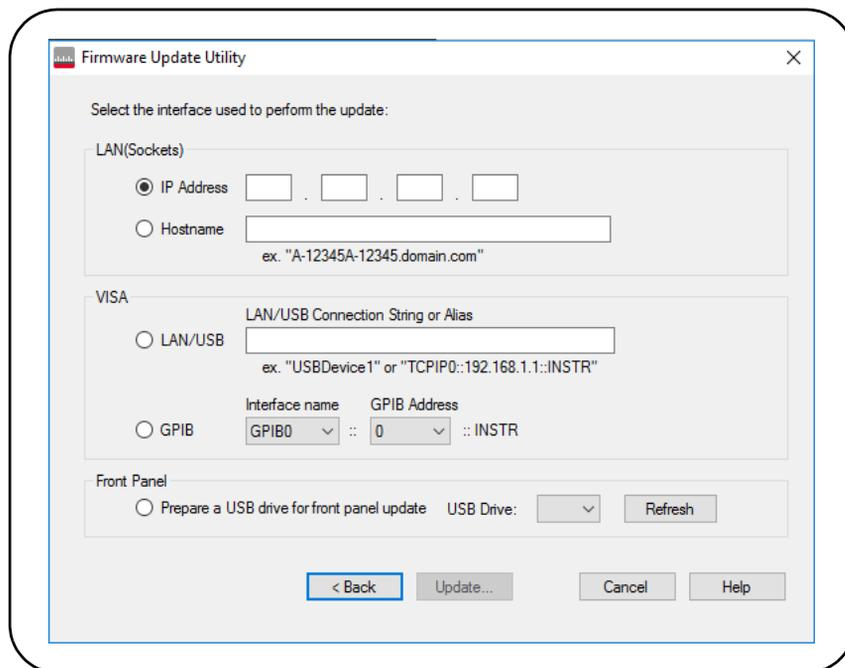

图 2-10 指定地址或主机名。
- 3 输入计数器的 IP 地址或主机名（图 2-10）。选择“Update”启动更新过程。